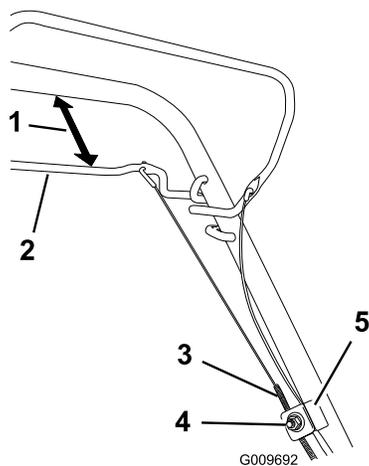

Figura 29
1. Afloje la tuerca del soporte del cable (Figura 29).
2. Sujete la barra de la transmisión autopropulsada a una distancia de 25 a 38 mm del manillar (Figura 29).
3. Tire hacia abajo de la cubierta del cable (hacia el cortacésped) hasta eliminar la holgura en el cable (Figura 29).